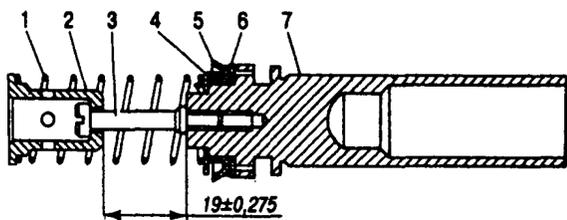

Рис. 8.13. Первичный поршень главного цилиндра: 1 - пружина; 2 - держатель пружины; 3 - винт; 4 - упорная шайба; 5 - манжета; 6 - шайба; 7 - поршень
Причинами, вызывающими вялое растормаживание или самопроизвольное торможение автомобиля, могут быть также разбухание манжет 14 (см. рис. 8.13), поломка возвратных пружин 16, 19 или задиры на поршнях или стенках главного цилиндра.
12. Снимите с поршня направляющую втулку 9, наружную манжету 8 и упорное кольцо 7. Не рекомендуется без необходимости вывертывать винт 3 (рис. 8.13) держателя 2 пружины 1. Если такая разборка необходима, то после устранения неисправности заверните винт 3 крутящим моментом 1,7-2,2 Н·м (0,17-0,22 кгс·м).
3. Соберите первичный поршень, как показано на рис. 8.13 и проверьте размер  $19 \pm 0,275$  мм (не регулируется).